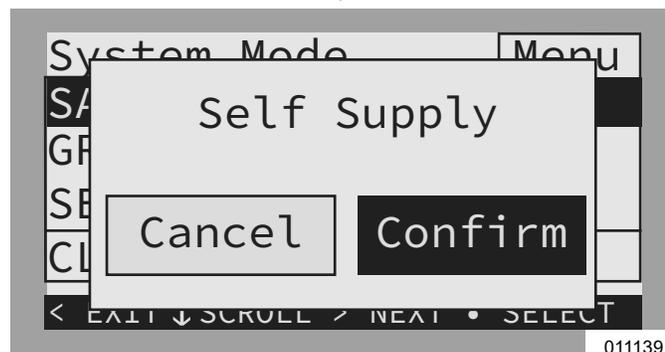

Figure 6-5. Sélection des modes système (3 de 4)
4. Voir Figure 6-5. Appuyer sur la flèche droite puis sur la touche centrale pour confirmer.